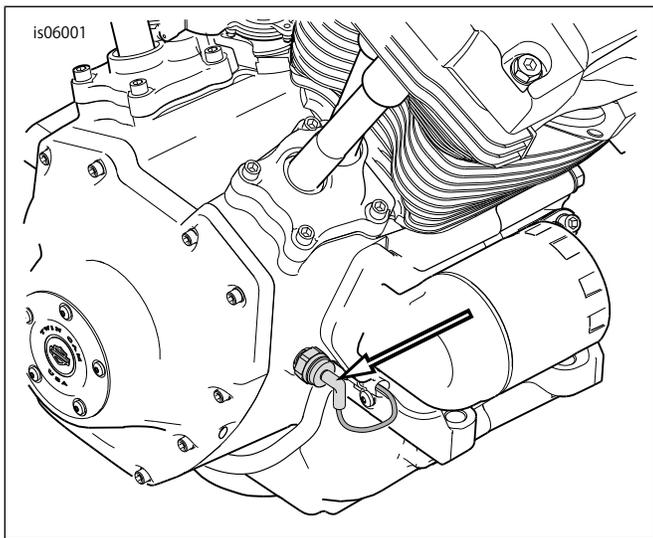

図1. オイルプレッシャースイッチの位置(通常)
1. 図1を参照してください。オイルプレッシャースイッチからコネクタを取り外します。スイッチを取り外し、廃棄します。ネジ山のあるキャビティーから古いネジ止め剤を拭き取ります。